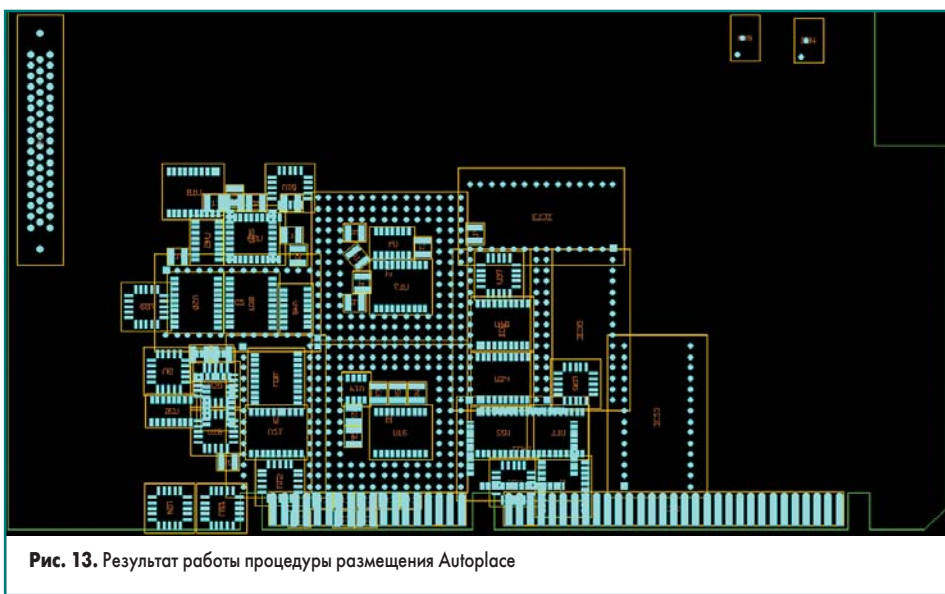

Рис. 13. Результат работы процедуры размещения Autoplace
13. Не сбрасывая выделения, выполним команду меню Placement/Autoplace или нажмем кнопку  на панели инструментов. Система автоматически разместит компоненты максимально плотно в центре платы (рис. 13). Более того, если мы проверим свойства компонентов, то обнаружим, что часть SMD-компонентов была перенесена на нижнюю сторону платы, а некоторые компоненты оказались повернутыми